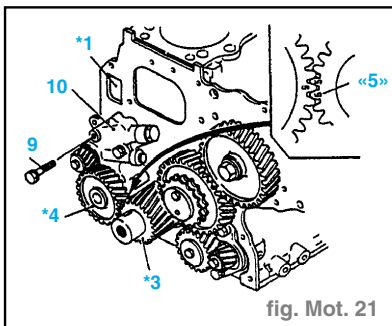

fig. Mot. 21
- Introduire l'ensemble arbre compensateur droit 10 ainsi remonté dans l'ensemble carter moteur \*1 en faisant coïncider les repères de positionnement «5» côté pignon de pompe à huile \*4 et côté pignon de vilebrequin \*3. Présenter l'arbre compensateur en place par rapport à la cheville côté carter moteur et remettre les boulons 9. (fig. Mot. 21)